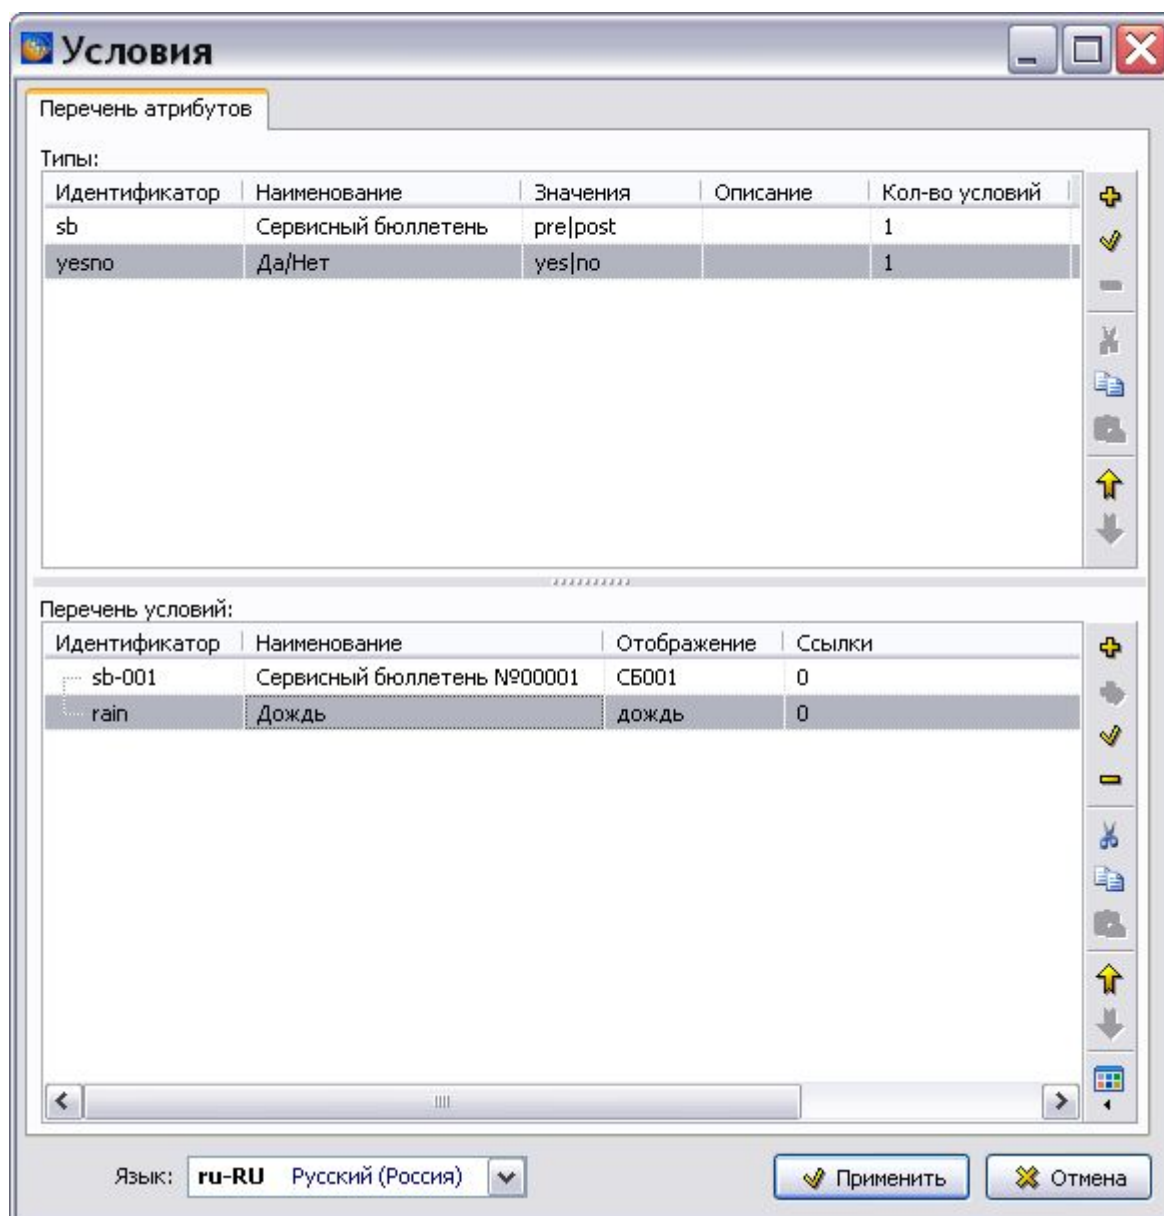

Рис. 2.148
9. Нажмите на кнопку **Применить**. При этом произойдет возврат в диалоговое окно **Условия**. Описание созданных условий отобразится в окне **Перечень условий** (Рис. 2.148).